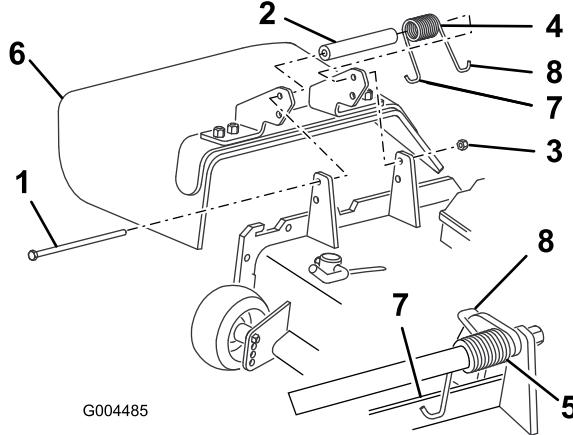

Figura 79
- Retire la contratuerca, el perno, el muelle y el espaciador que sujetan el deflector a los soportes de pivote (Figura 79). Retire el deflector de hierba dañado o desgastado.
- Coloque el espaciador y el muelle entre los soportes del deflector de hierba nuevo (Figura 79). Coloque el gancho en J del extremo izquierdo del muelle detrás del reborde de la plataforma.
**Nota:** Asegúrese de colocar el gancho en J del extremo izquierdo del muelle detrás del reborde de la plataforma antes de instalar el perno, según muestra Figura 79.
- Instale el perno y la tuerca. Coloque el extremo derecho en J del muelle alrededor del deflector de hierba (Figura 79).